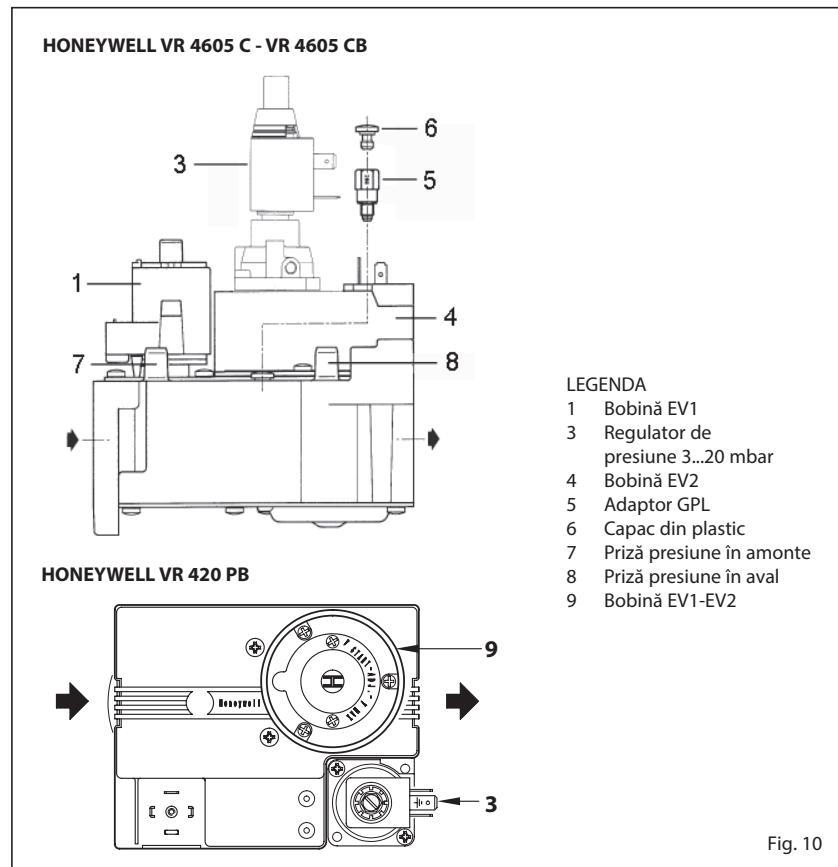

Fig. 10
4.1 VALVĂ GAZ (fig. 10)
La prima pornire a centralei se recomandă efectuarea purjării conductelor acționând priza de presiune situată în amonte de vana de gaz (7 fig. 10 - 9 fig. 2).
cu gaz butan (G30) sau propan (G31) este necesară înlocuirea duzelor principale furnizate în kit la cerere, a regulatorului de presiune montat pe vana de gaz (3...20 mbar) cu regulatorul V4336A (4...37 mbar) și, pentru a evita ca centrala să se blocheze la pornirea la rece, este necesară montarea pe vana de gaz a vers. **"70÷100 Mk.II"** adaptor cod 6248303 (5 fig. 10). Pentru reglarea puterii de încălzire a se vedea punctul 4.2.